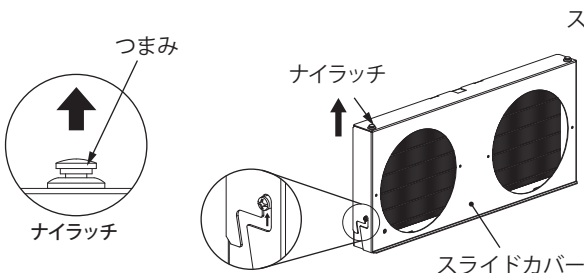

図3
1. スライドカバーのナイラッチつまみを「カチッ」と音がするまで持ち上げ、ロックを解除してください。(図 3)